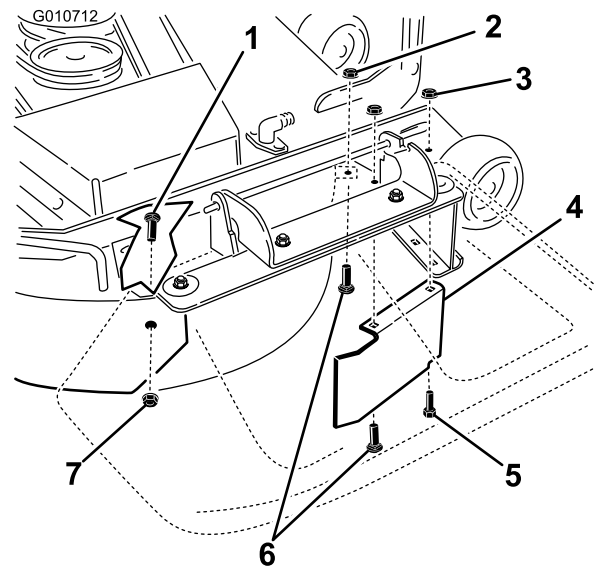

Figure 33
- Sur la paroi arrière du plateau de coupe, retirez le boulon de carrossier Bolt5_16x3_4; et le contre-écrou (5/16 pouce) qui fixent le déflecteur au plateau (Figure 33).
- Trouvez la protection du déflecteur sur le bord avant de l'ouverture d'éjection latérale. Retirez les fixations qui maintiennent la protection du déflecteur droit sur le plateau de coupe, comme indiqué à la Figure 33. Enlevez le déflecteur et conservez toutes les fixations.
12. Placez les fixations retirées précédemment dans les trous avant de la plaque d'éjection et le trou à l'avant du plateau de coupe (Figure 33).